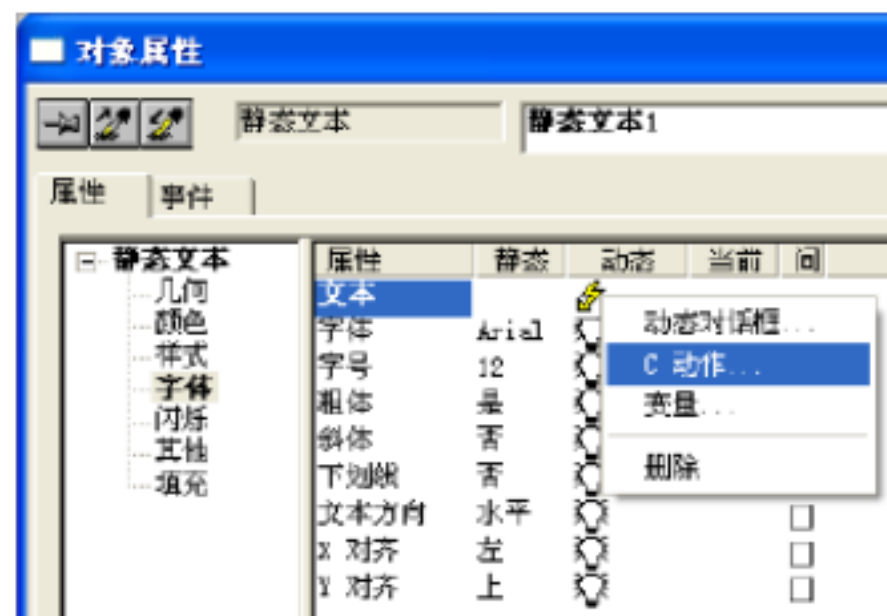

图 3-2 静态文本对象属性对话框
3) 在 pictu_5_kzz_00.pdl 画面中，组态一个静态文本。鼠标点击该“ 静态文本 ”对象，单击鼠标右键，在弹出的菜单中选择“ 属性 ”菜单条目，打开“ 对象属性 ”对话框，如图 3-2 所示。将“ 属性 ”标签下的“ 字体 ”部分中的“ 粗体 ”设置为“ 是 ”，将“ 文本 ”的默认内容从静态列中删除，这样可以避免建立画面时输出不正确的文本。
因“ 静态文本 ”中显示的是“ 画面窗口 ”中所显示的画面名称，随着画面的切换，其所显示的名称也将随着改变。欲达到此目的，可在“ 静态文本 ”中使用 C 动作，该 C 动作把当前画面名称作为返回值返回。作用于 C 动作的触发器，使用默认周期 1 小时（低系统负载，不需任何修改）。在本例中，建立 C 动作的过程如图 3-2 所示，选取“ 字体 ”条目下的“ 文本 ”属性，指向该属性的“ 动态 ”列，单击鼠标右键，在弹出的菜单中选择“ C 动作 ... ”菜单条目，然后在弹出的界面中输入、编译 C 动作程序段。静态文本的 C 动作程序段如下：